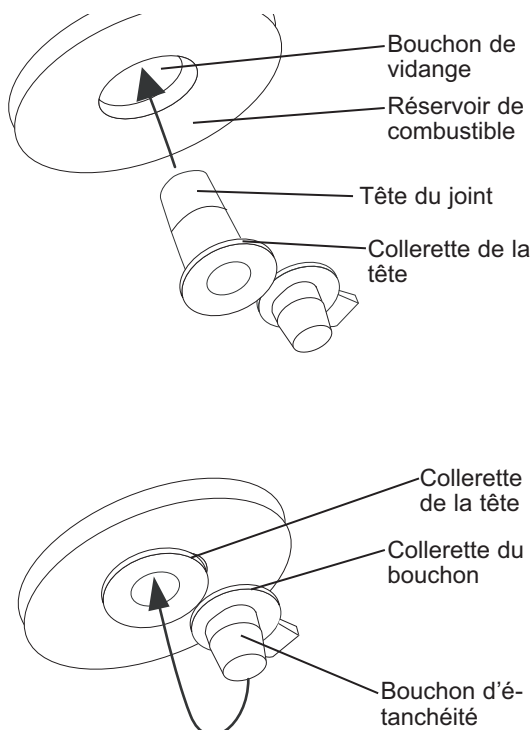

Figure 12. Réinstallation du bouchon de vidange
4. Pour remettre le bouchon, enfoncer la tête de vidange entièrement dans l'orifice de vidange, puis fixer en enfonçant entièrement le bouchon d'étanchéité dans l'orifice de la tête (voir Figure 12).